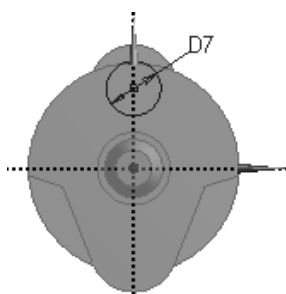

图 3.12.20 草图 3
(1) 绘制图 3.12.20 所示的草图 3。选取平面 4, 单击“New Sketch”按钮 , 绘制图 3.12.20 所示的截面草图, 其中 D7=15。